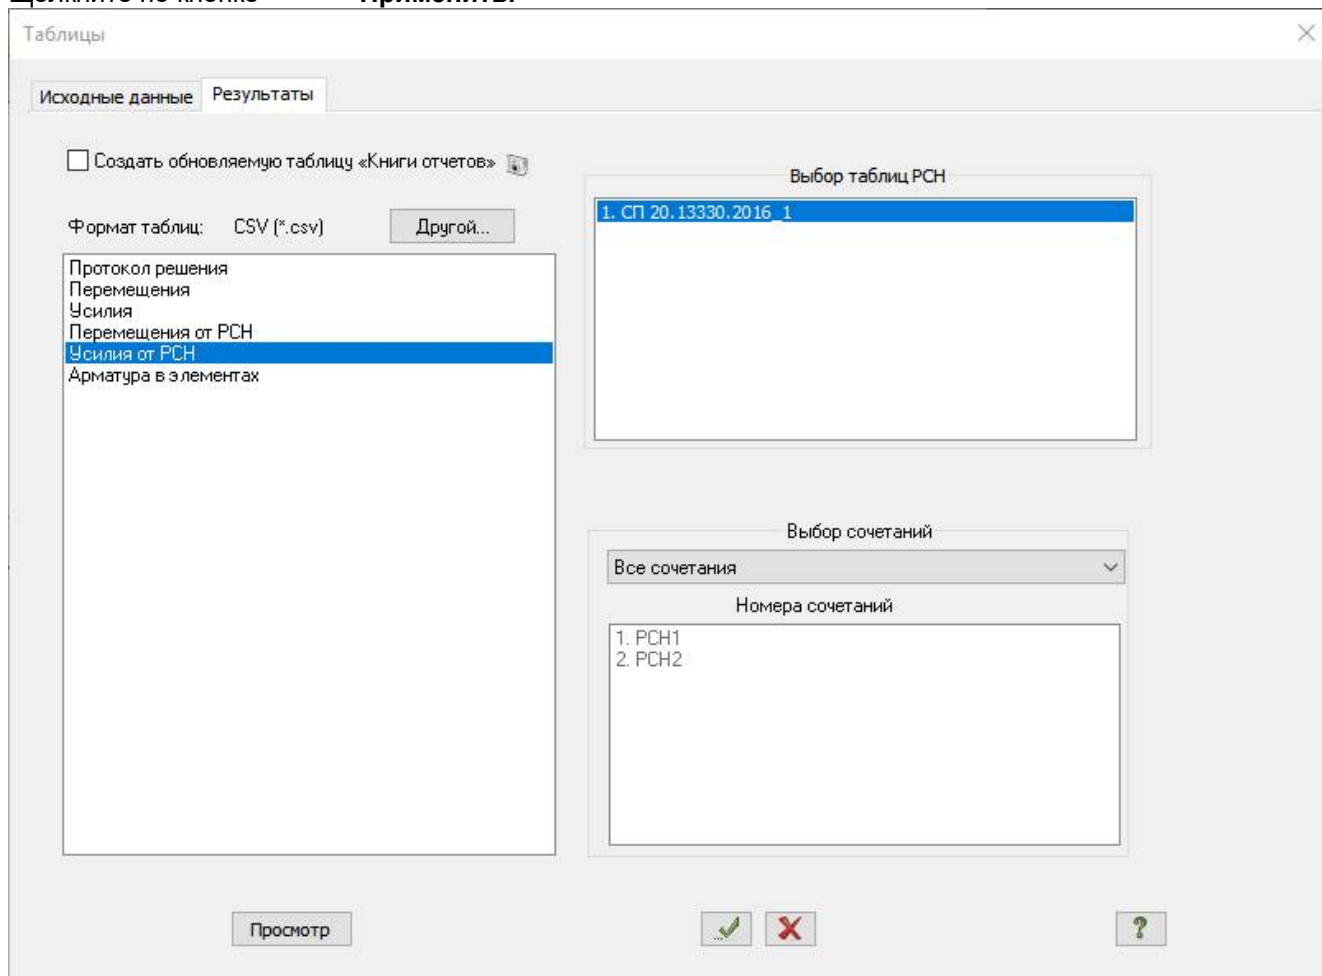

Рис.19.26. Диалоговое окно **Таблицы**
- После этого в диалоговом окне **Таблицы** (рис.19.26) выделите строку **Усилия от РСН**.